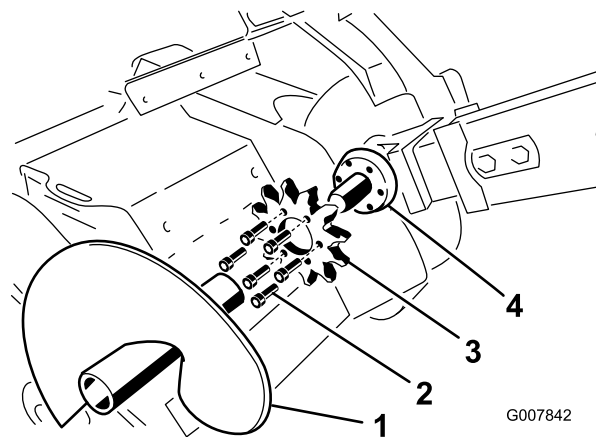

Figura 61
3. Togliete le lame della coclea (Figura 61).
8. Rimuovete i sei bulloni che fissano la ruota conduttrice (Figura 61).
9. Togliete la ruota conduttrice e gettatela (Figura 61).
10. Pulite la superficie della ruota conduttrice sullo scavafossi (Figura 61).
11. Inserite la nuova ruota sull'albero (Figura 61).
12. Stringete a mano i sei bulloni nella ruota (Figura 61).